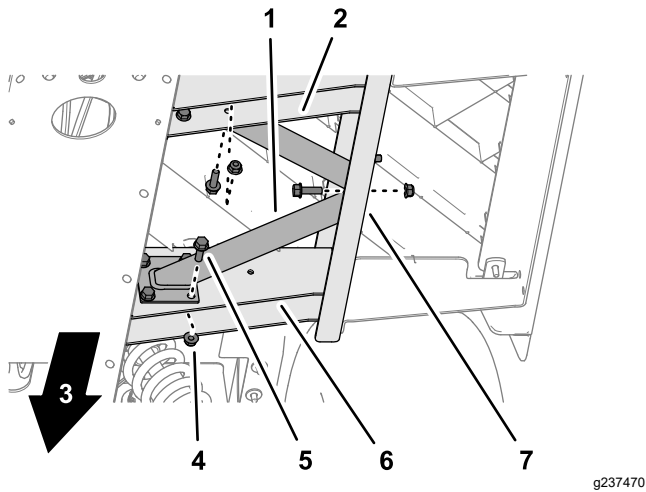

图 19
1. 将底板梁中的孔与您侧机架槽和底板槽中钻出的孔对齐 图 19。
2. 如 图 19 所示用 10 个凸缘头螺栓 5/16 x 1 英寸和 10 个凸缘锁紧螺母 5/16 英寸将底板梁安装到侧机架槽和底板槽上。